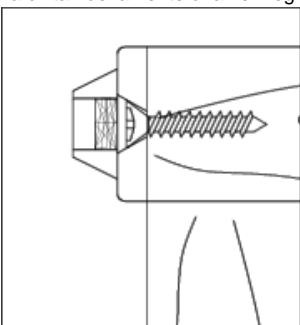

Figura 1
- 2) **PARA MONTAR LAS PLACAS DE MUEBLE:** Coloque el mueble cerca de la pared en su posición final. Utilice cinta adhesiva o lápiz para transferir la ubicación de las vigas en la pared al mueble. Mueva el mueble nuevamente para poder acceder la parte trasera y utilizar las marcas para ubicar un lugar adecuado para colocar las placas del lado del mueble. Asegurese que la placa está ubicada en una parte firme y del mueble y tan alto como sea posible. Recuerde: La placa del mueble debe colocarse cerca de una viga en la pared. Utilice un lápiz, y la placa de montaje como guía, coloque "marcas de tornillos" en el mueble a través de los agujeros en la placa de montaje. Utilice una mecha de taladro de 3/32" para perforar agujeros piloto en las "marcas de tornillos". Utilice DOS tornillos cortos para asegurar la placa en el mueble. Esta placa puede colocarse en posición vertical u horizontal como se a necesario. (Vea Figura 1).